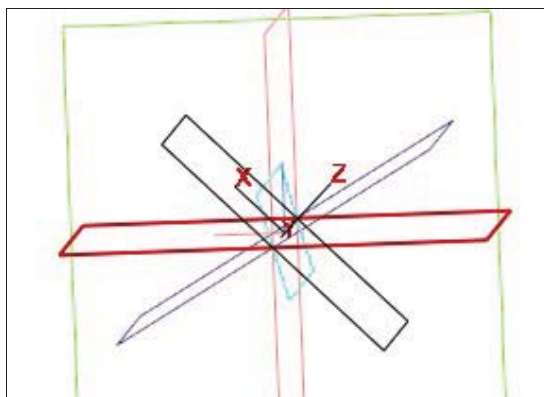

Рис. 20.14. Варианты построения средней плоскости
- ◆ нажмите кнопку **Создать объект** — в Дереве модели появился элемент **Средняя плоскость**. Варианты построения средней плоскости показаны на рис. 20.14.